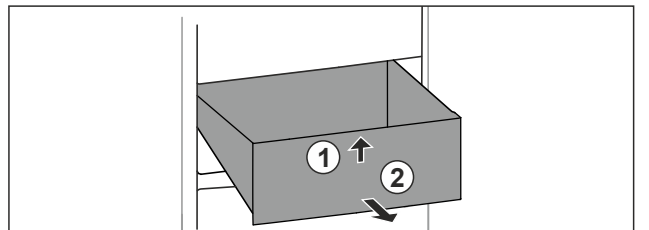

Fig. 66
- Sollevare il cassetto dal davanti. Fig. 66 (1)
- Rimuovere il cassetto tirandolo in avanti. Fig. 66 (2)